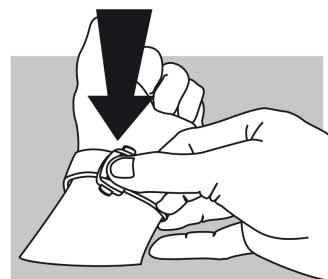

fig.2
### Come funziona la valvola a elio? (fig. 2)
**Chiusura (fig. 2):** allacciare al polso l'orologio OMEGA e richiudere la fibbia premendo con il pollice. Attenzione a premere bene fin quando si sente un "clic" (fig. 2).